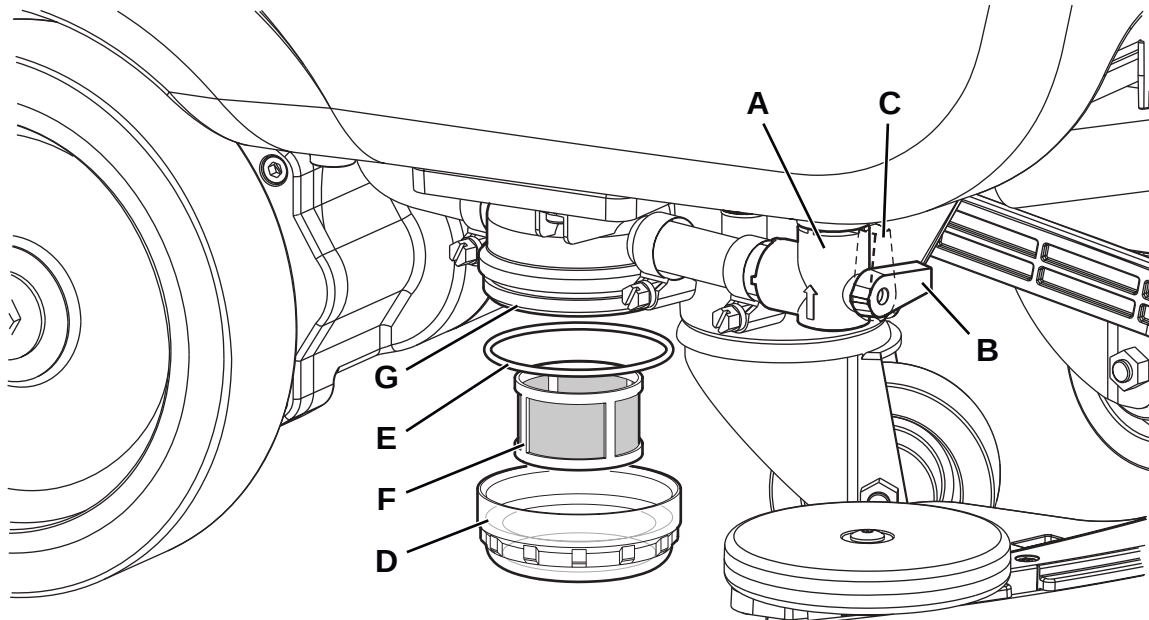

Abbildung 13
2. Sicherstellen, dass das Gerät ausgeschaltet und der Bedienerschlüssel (41) herausgezogen wurde.
3. Den Hahn der Reinigungslösung (A, Abb. 13) schließen. Der Hahn ist geschlossen, wenn er sich in der Stellung (B) befindet, und er ist geöffnet, wenn er in der Stellung (C) ist.
4. Den durchsichtigen Becher (D) abnehmen, Dichtung (E) beiseite legen und Siebfilter (F) entfernen. Mit Wasser waschen und abspülen, dann wieder sorgfältig am Filterhalter (G) befestigen.
5. Den Hahn (A) öffnen.